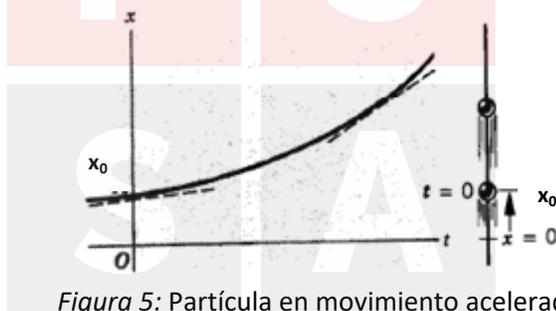

Figura 5: Partícula en movimiento acelerado.
3. **Movimiento acelerado:** en este caso la velocidad está cambiando (la aceleración se define como la razón de cambio de la velocidad), y por lo tanto la pendiente cambiara también. En el ejemplo que ilustra la Figura 5, suponiendo $a > 0$, la pendiente aumenta en forma continua al moverse la partícula más y más rápidamente.